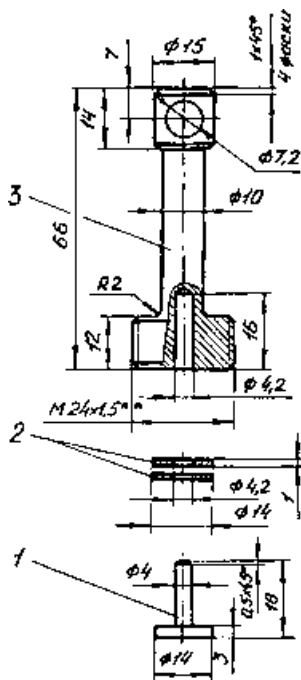

Рис. 3.11. Съемник:
- снять ротор генератора, для чего отвернуть болт 5 (рис. 3.9) крепления ротора, а в резьбовое отверстие 6 вернуть съемник (рис. 3.11);
Для демонтажа ротора при ремонте генератора или при ремонте двигателя необходимо применять съемник (рис. 3.11).